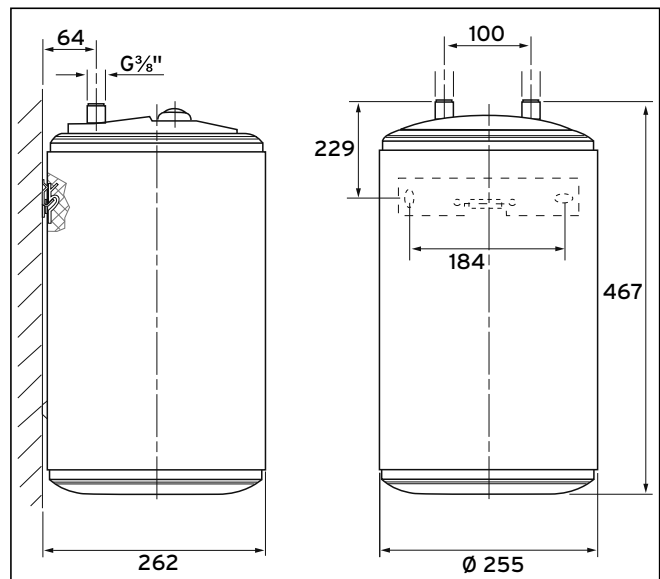

Fig. 5.1 Dimensions du VEH BE 10 U
- Mesurez l'emplacement de pose souhaité (→ **Fig. 5.1 Dimensions du VEH BE 10 U**).